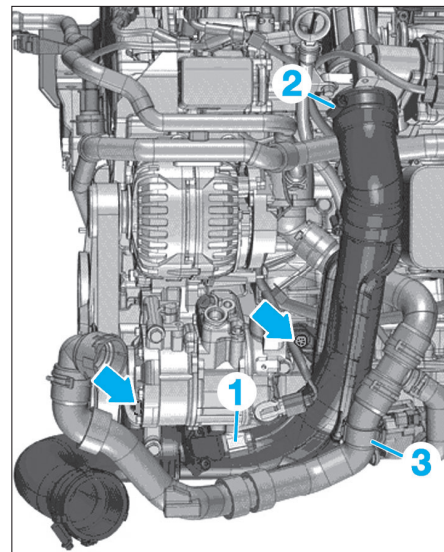

FIG. 50
- Déposer les vis (flèches) et le collier (2) (Fig.50).